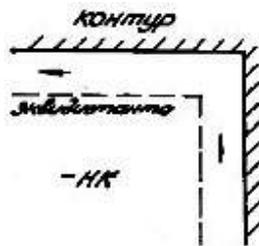

Рисунок 89
- НК [I] - ввод коррекции при движении центра инструмента слева от контура по ходу движения (рис.89),